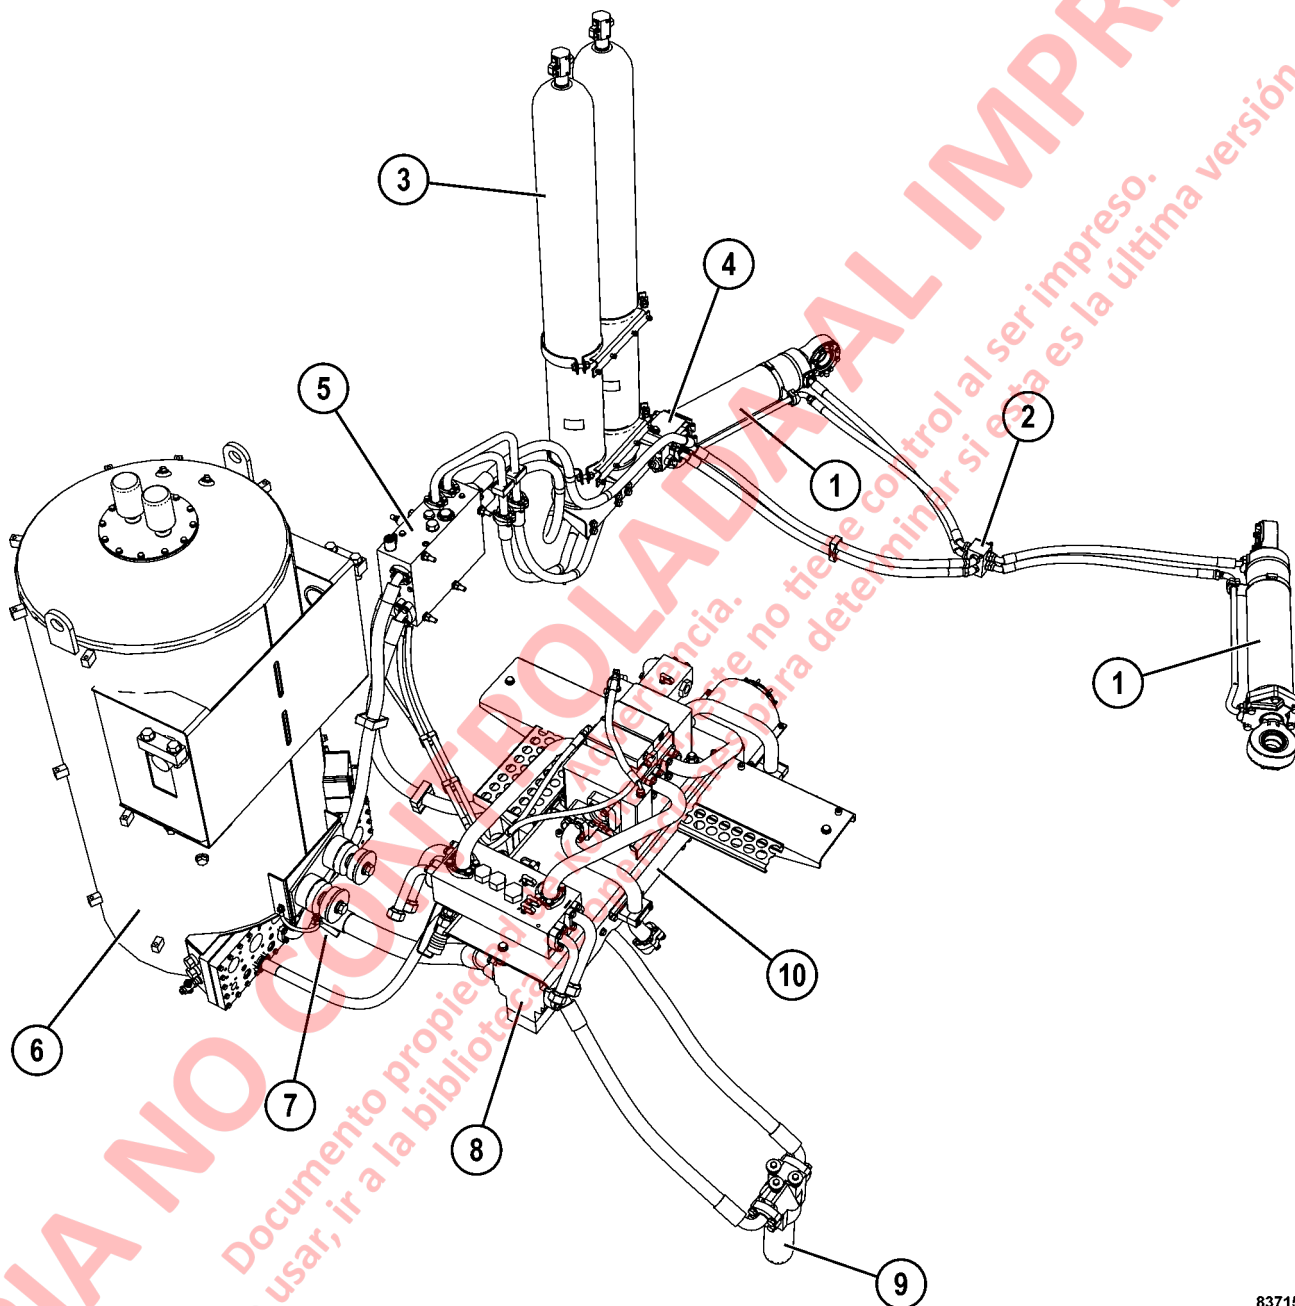
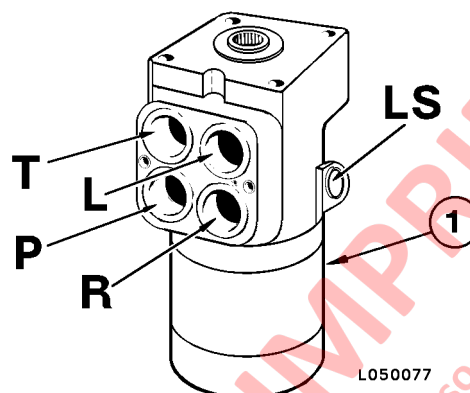
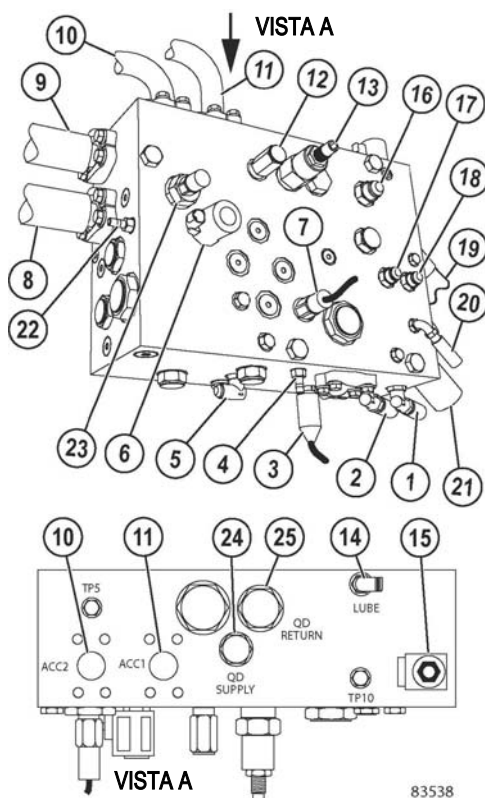

FIGURA 4-1. COMPONENTES DEL SISTEMA DE DIRECCIÓN
FIGURA 4-2. UNIDAD DE CONTROL DE LA DIRECCIÓN
FIGURA 4-3. MÚLTIPLE DE PURGA
La bomba (8, Figura 4-1) suministra aceite al múltiple de purga (5) después de atravesar el filtro de alta
La presión de aceite del múltiple de purga se dirige de vuelta a la bomba de dirección y frenos y es detectada por el puerto «ACC» en la válvula de descarga ubicada en la parte inferior de la carcasa de la bomba de dirección y frenos. La válvula de descarga regula la presión del sistema para que permanezca entre 23 063 kPa (3345 psi) y 24 132 kPa (3500 psi). El interruptor de presión del sistema de dirección (7, Figura 4-3) en el múltiple de purga activa un indicador en el panel de instrumentos superior si la presión del sistema de dirección cae bajo 15 900 kPa (2300 psi). También hay un sensor de presión (23) de 517 kPa (75 psi) para confirmar que la presión hidráulica se alivió por completo al término del ciclo de purga.
Hay dos acumuladores de dirección (3, Figura 4-1) precargados con nitrógeno montados en el riel del chasis izquierdo, detrás del neumático delantero, los que suministran el aceite suficiente para permitir al operador sacar el camión del camino de acarreo y estacionarlo en un área segura en caso de una pérdida de aceite en el circuito de dirección. El solenoide de purga del acumulador de dirección (6, Figura 4-3) en el múltiple de purga se activa eléctricamente para purgar el aceite hidráulico presurizado desde el interior de los acumuladores de vuelta al tanque hidráulico cada vez que el interruptor de arranque se coloca en la posición OFF. El acumulador tarda aproximadamente 90 segundos para purgarse por completo.
El múltiple de purga y los acumuladores de dirección suministran aceite al amplificador de flujo (4, Figura 4-1). El amplificador de flujo dirige flujo de aceite a los puertos apropiados en los cilindros de dirección según las entradas de la unidad de control de la dirección (1, Figura 4-2) a medida que el operador vira el camión.
El aceite que ingresa a la unidad de control de la dirección permanece bloqueado hasta que el operador gira el volante hacia la dirección deseada. Luego, la unidad de control de la dirección envía el aceite hacia el amplificador de flujo, el cual, a su vez, suministra un gran volumen de aceite a los cilindros de dirección (1, Figura 4-1). El aceite hidráulico en los extremos opuestos de los cilindros de dirección fluye de vuelta a través del amplificador de flujo y el múltiple de purga al tanque hidráulico (6).
La unidad de control de la dirección (Figura 4-2) está montada dentro de la cabina y está acoplada directamente al extremo inferior de la columna de dirección.
El múltiple de purga (5, Figura 4-1) está ubicado en la parte exterior del riel del chasis izquierdo, detrás de los acumuladores.
Cada vez que el interruptor de arranque se coloque en la posición OFF con el camión detenido, se energiza el solenoide de purga del acumulador de la dirección (6, Figura 4-3 y 2, Figura 4-4). Cuando la solenoide está energizada, toda la presión hidráulica de la dirección (incluidos los acumuladores) se purga de vuelta hacia el tanque hidráulico. Sin embargo, la presión de los frenos no se purgará debido a las válvulas de retención internas en el múltiple de frenos y el múltiple de purga.
Tras aproximadamente 90 segundos, el solenoide se desenergizará para cerrar el puerto de retorno al tanque. El aceite de los acumuladores ya debería haber regresado al tanque. Durante el arranque, el circuito de dirección y de frenos estarán cargados. El interruptor de presión del sistema de dirección (7, Figura 4-3) activará el indicador de presión baja de dirección y la alarma sonora hasta que la presión de dirección alcance los 15 900 kPa (2300 psi).
Los dos acumuladores de dirección (3, Figura 4-1) son acumuladores de tipo vejiga con una capacidad de 62 litros (16,5 galones) cada uno. Los acumuladores se cargan a 9700 kPa (1400 psi) con nitrógeno seco puro por medio de la válvula de carga ubicada en el extremo superior.
El filtro de presión alta (9, Figura 4-1) filtra el aceite para los circuitos de dirección y frenos.
El suministro externo conecta al puerto (24, Figura 4-3) y el retorno conecta al puerto (25). Esta función solo se utiliza en situaciones de emergencia para poder llevar el camión al taller y para realizar el mantenimiento o para sacarlo del camino de acarreo.
El amplificador de flujo (4, Figura 4-1) ubicado en el riel del chasis izquierdo frente a los acumuladores, se usa en el circuito de dirección para suministrar el volumen alto de aceite que los cilindros de dirección necesitan.